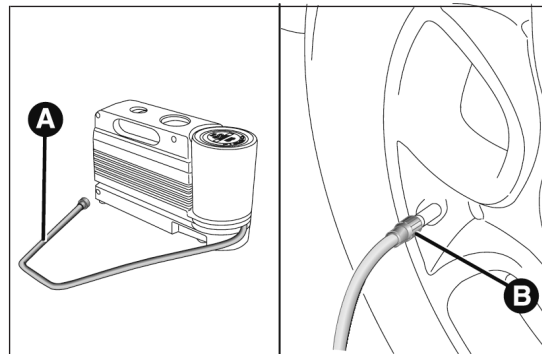

fig. 166
- Serrer le frein à main.** Dévisser le capuchon de la valve du pneu, enlever le tuyau flexible de remplissage A fig. 166 et visser la bague B sur la valve du pneu ;